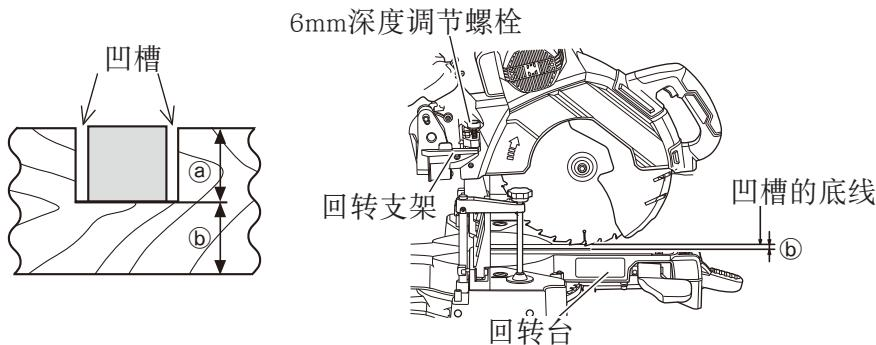

图32
工件上的凹槽可通过调整6mm深度调节螺栓刻出（图32）。
- (1) 降低电动头，然后用手转动6mm深度调节螺栓。（6mm深度调节螺栓头接触回转支架。）
(2) 通过设定锯条与底座表面之间的距离调节至想要的刻入深度（图32）。